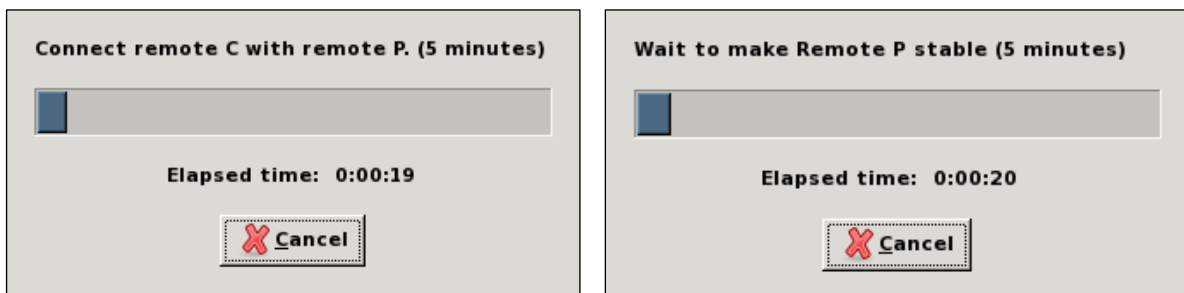

Figura 88 Los dos diálogos de despolarización
- Siga las instrucciones del primer cuadro de diálogo (Figura 88)